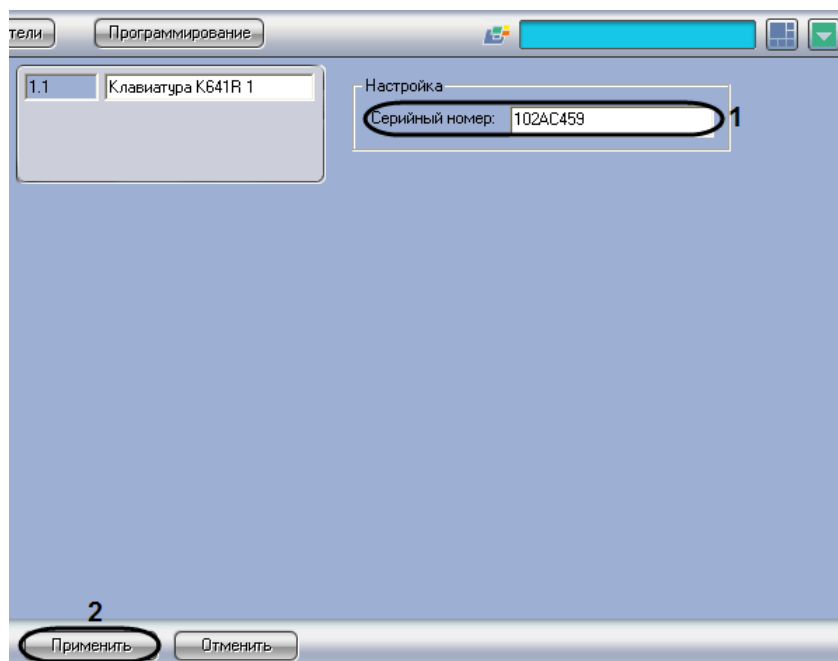

Рис. 3.4—2. Идентификация клавиатуры K641R в ПК ACFA Intellect
2. В поле **Серийный номер** (см. Рис. 3.4—2, 1) ввести серийный номер клавиатуры K641R в системе *Digiplex EVO*. Номер вводится в шестнадцатеричном формате.